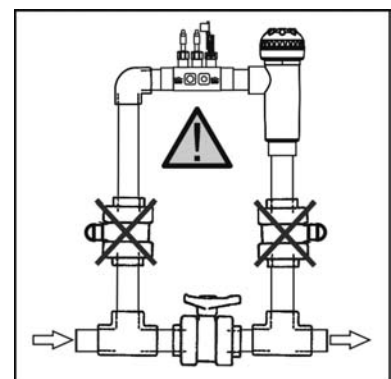

Fig. 4
1. Coller le porte-sondes fourni sur un tronçon de la conduite situé à l'entrée de la cellule d'électrolyse. Le porte-sondes devra toujours être installé en position horizontale par rapport au sol (voir Fig. 4), de sorte que les entrées filetées (1/2" - 3/8") soient toujours accessibles pour l'installation postérieure de l'injecteur de la pompe de dosage et la prise de terre (facultatif).